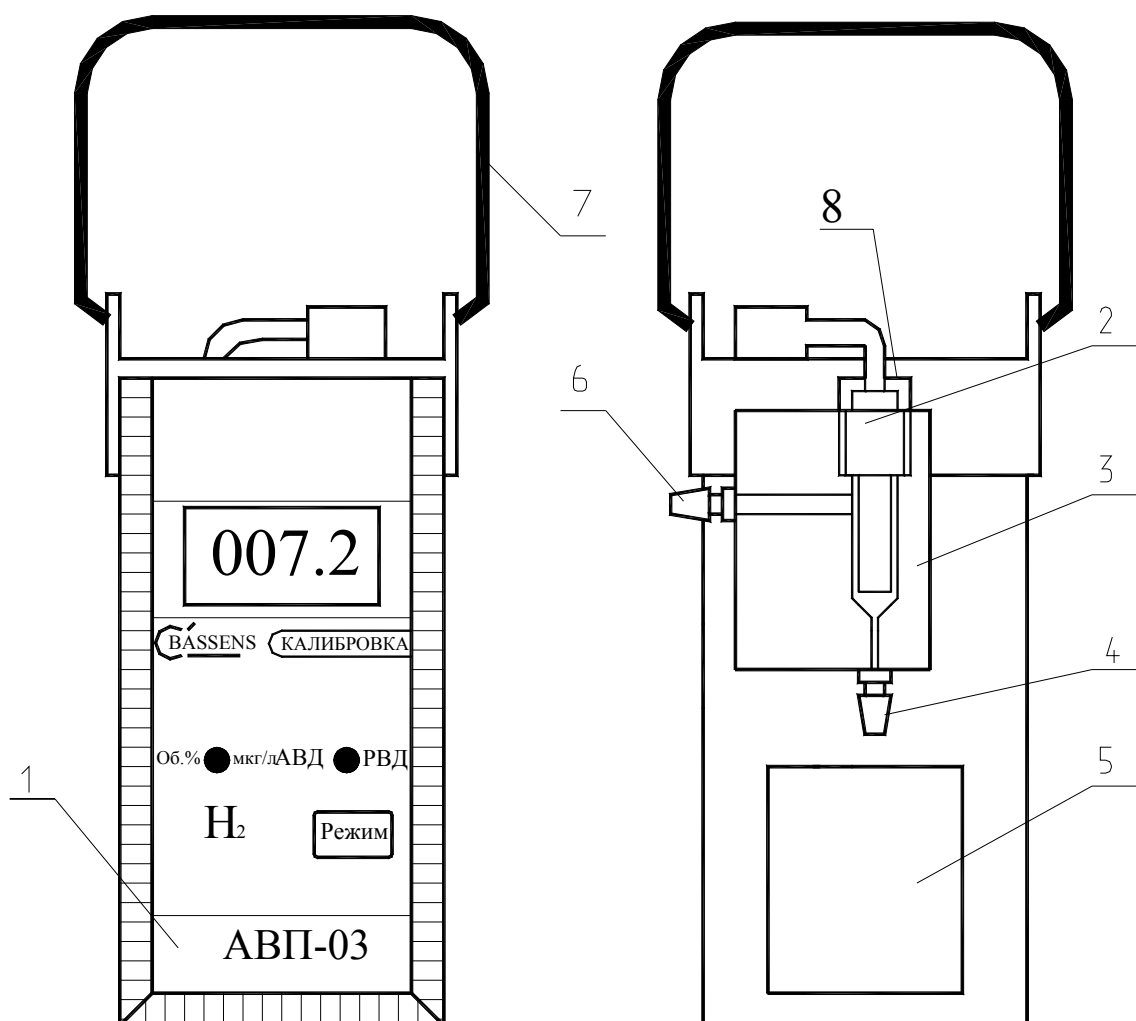

Рис. 2.
12.1.1. Отвинтить гайку 8 и осторожно достать амперометрический сенсор из измерительной камеры 3 (см. рис. 2).
12.2.2. Протереть марлевым тампоном внутреннюю поверхность измерительной камеры. Медленно вставить амперометрический сенсор в измерительную камеру 3 (см. рис. 2).
12.4.1. Открутить гайку 8, осторожно достать АС из измерительной камеры 3 (см. рис. 2) и выполнить п. 12.1.2.